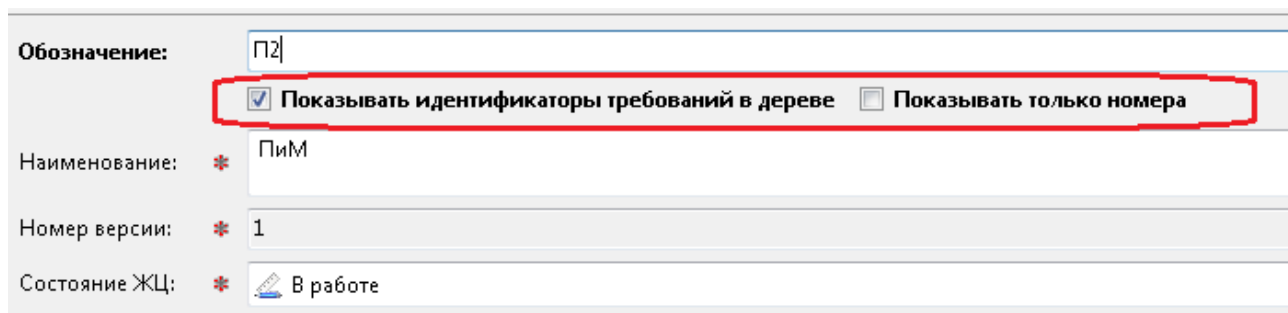

Рисунок 32 — Установка отображения полного идентификатора требований
- для отображения полного идентификатора требований отметить галочкой «Показывать идентификаторы требований в дереве» (Рисунок 32);